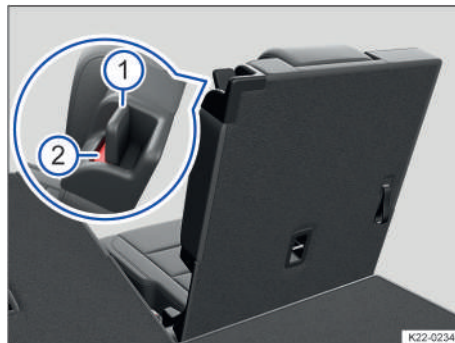

Fig. 97 Tercera fila de asientos: colocar el asiento en posición de piso de carga.
- Para desbloquear el respaldo del asiento trasero, tire de la palanca de desbloqueo → fig. 97 ① completamente hacia atrás.
La marca roja de la palanca de desbloqueo → fig. 97 ② deberá quedar oculta.
- Una marca roja en la palanca de desbloqueo → fig. 97 ② indica que el respaldo no está encastrado. Si el respaldo está bien encastrado, la marca no se ve.